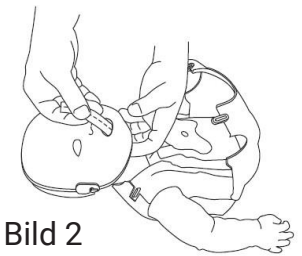

Bild 2
4. Führen Sie den Lungenbeutel mit zusammengefalteten Endstück in den Mund des Modells ein. (Bild 2)